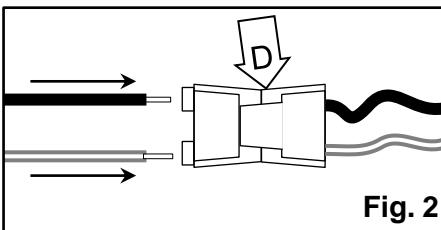

Fig. 2
3. Ouvrez la plaque d'accès (B) et passer les fils d'alimentation par le entrée (C). Insérer les fils d'alimentation dans le connecteur rapide (D) en alignant le fil d'alimentation noir avec le fil noir de luminaire et le câble d'alimentation blanc avec le fil blanc de luminaire. [Fig.2]